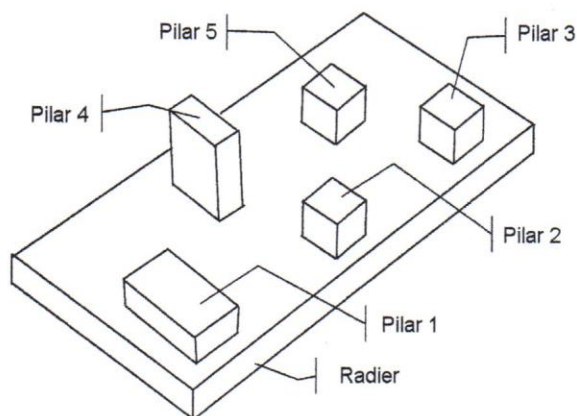

Figura 3.19 - Perspectiva de um *radier*.
- » Radier: ocorrem quando a utilização de sapatas corridas têm sua área, em relação à área da edificação, maior que 50%. Nesse caso, todas as sapatas são unidas em um único elemento de fundação chamado *radier*. O *radier* é uma peça inteiriça de alta rigidez, o que pode evitar recalques diferenciais (Figura 3.19).